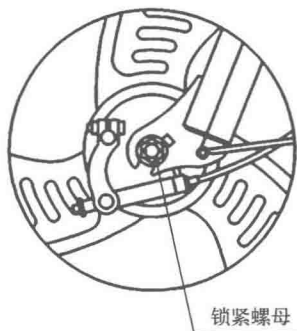

图 1-5 拆卸前轮锁紧螺母示意图
(1) 使用活动扳手或梅花扳手松开前轴两端锁紧螺母，如图 1-5 所示，顺开口方向将前轮组件从前叉上取下来。
(2) 将前轴上的左右轴挡取下, 从前轴碗中抽出前轴, 从轴碗中取出前轴滚珠, 用干净的棉布或纸巾擦拭干净并保管好。
(3) 松开气门嘴螺母, 使用气门芯扳手拧出气嘴芯, 把轮胎内气体释放完。
(4) 用撬棒将外胎卡边从轮毂侧缘撬起, 将卡边沿轮毂外沿抽出, 即可取下外胎。
(5) 将气嘴从轮毂上推出, 取下内胎。
(6) 安装前轮组件的方法是将拆卸方法反过来即可。